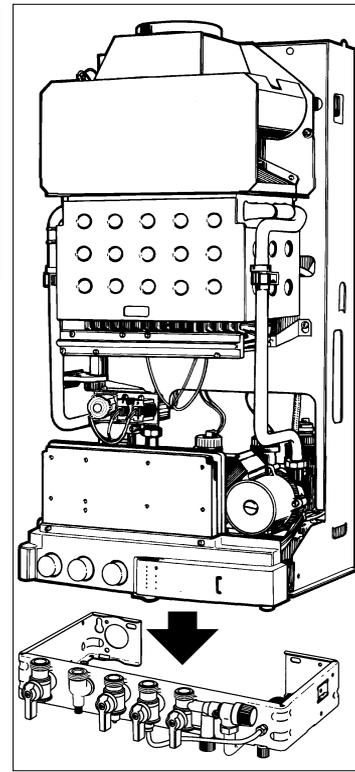

Fig. 10
- Présenter la chaudière au dessus de la barrette, la laisser descendre en appui sur celle-ci (fig. 10).
- Mettre en place les différents joints, **G (caoutchouc) sur le gaz, plus le filtre eau F sur l'eau froide**, et serrer les raccords des tubes de liaison en commençant par le tube gaz (fig. 10 a).
Fig.10 a
Fig.10 b